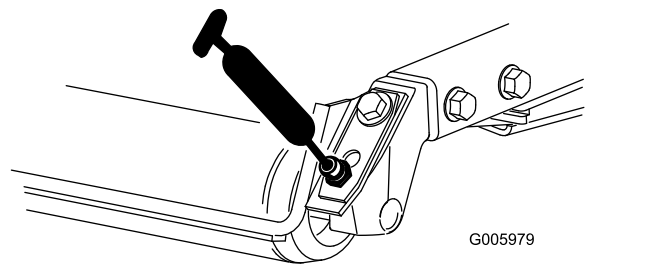

Рисунок 86
- Подшипники заднего валика (по 2 шт. на каждом режущем блоке), как показано на Рисунок 86